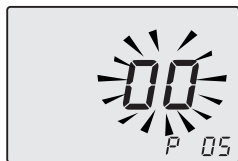

Рисунок 8.4
- пролистать параметры, используя кнопки 16 и 17 до появления на ЖК-дисплее кода **P05** и значения параметра, которые означают вход в "параметр 05" (Рисунок 8.4);